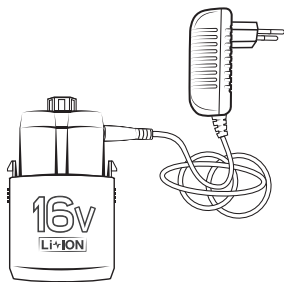

Рис. 2
- **DAA 2016** вставьте штекер зарядного устройства в разъем аккумуляторной батареи (Рис. 2)